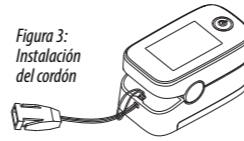

Figura 3: Instalación del cordón
A. Pase el extremo más delgado del cordón por el agujero; B. Pase el extremo más grueso del cordón por el extremo más delgado y apriete el cordón (Figura 3).